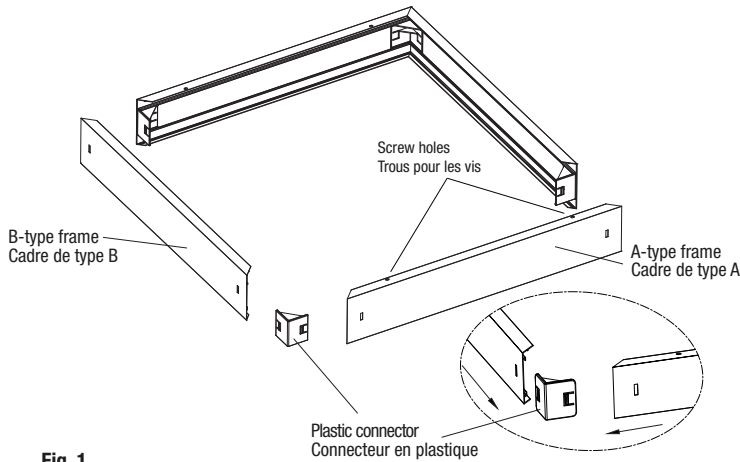

Fig. 1
1. Connect A-type and B-type frames with plastic connectors by clipping them. Assemble the entire surface mount frame (Fig. 1).
1. Relier les cadres de type A et de type B à l'aide de connecteurs en plastique en les clipsant. Assembler l'ensemble du cadre de montage en surface (Fig. 1).